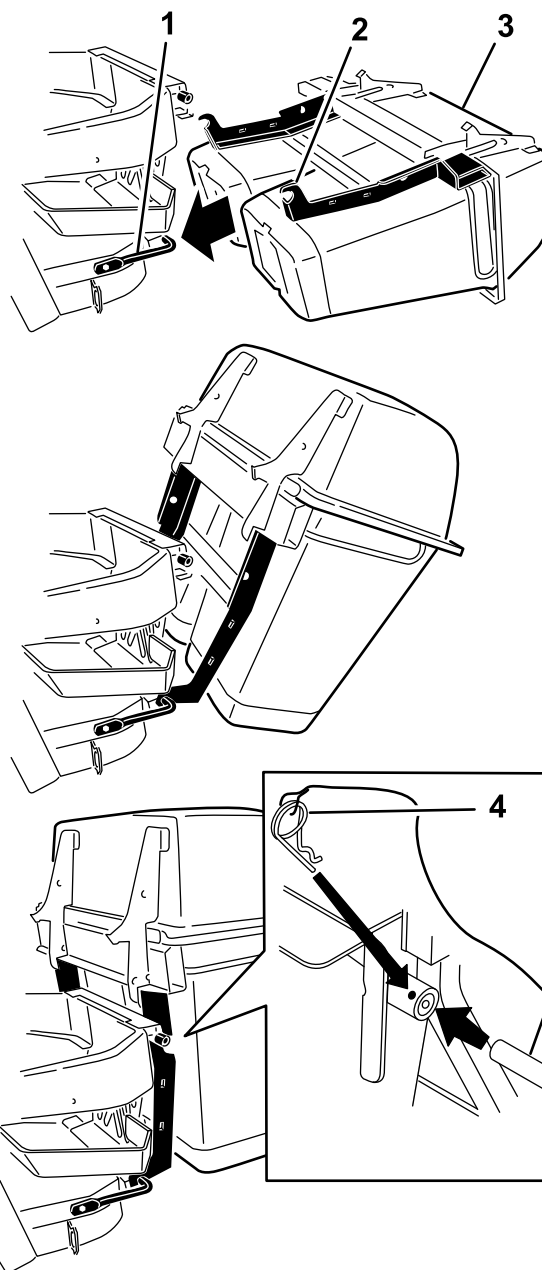

Figure 7
2. Engagez les crochets sur le support de fixation inférieur (Figure 7).
3. Relevez le capot sur le support de fixation inférieur du bac (Figure 7).
4. Placez le trou du système de ramassage en face du support de montage supérieur (Figure 7).
5. Mettez l'axe en place et fixez-le des deux côtés avec la goupille fendue (Figure 7).